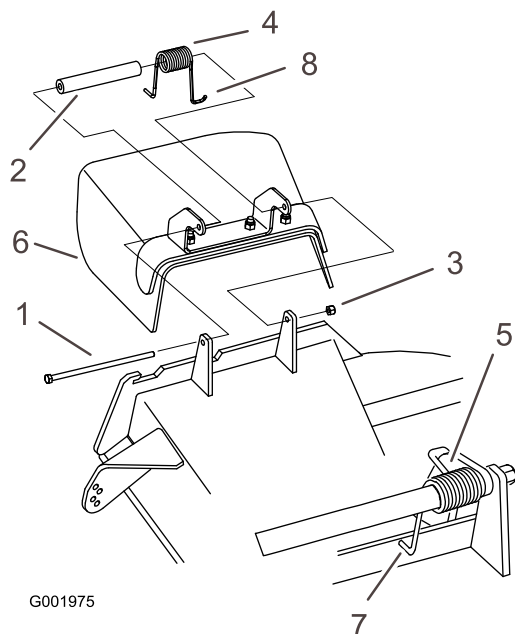

Figure 60
**Remarque:** Prenez soin de placer une extrémité en J du ressort derrière le bord du plateau avant de mettre le boulon en place, comme indiqué à la Figure 60.
3. Remettez le boulon et l'écrou en place. Accrochez une extrémité en J du ressort au déflecteur d'herbe (Figure 60).
1. Retirez le contre-écrou, le boulon, le ressort et l'entretoise qui fixent le déflecteur aux supports de pivot (Figure 60). Déposez le déflecteur d'herbe s'il est endommagé ou usé.